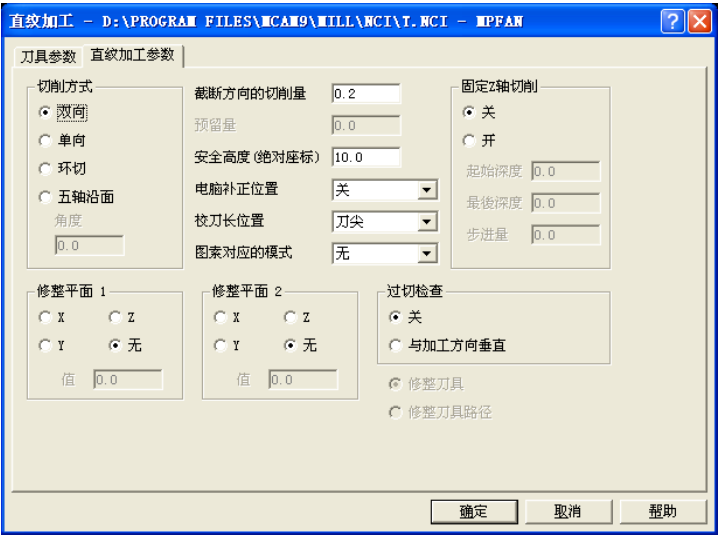
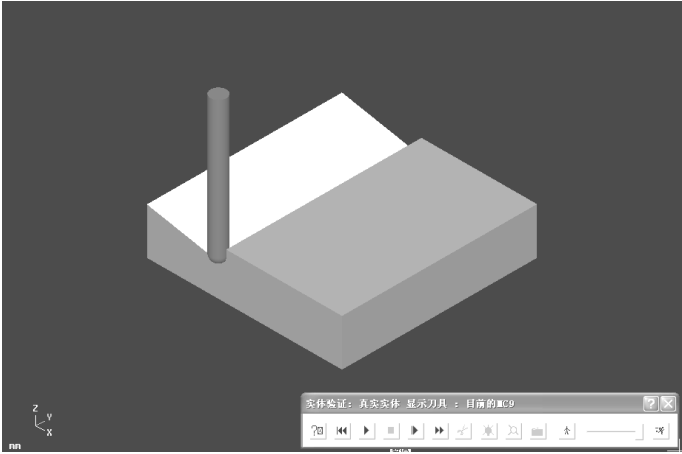

图 1-96 直纹加工参数
图 1-97 直纹加工实体切削验证
- 3) 在“直纹加工参数”选项卡中点选切削方式：双向，截断方向的切削量：0.2，电脑补偿位置：关，其余默认，如图 1-96 所示。实体切削验证如图 1-97 所示。将本例保存为“直纹加工.mc9”文件。